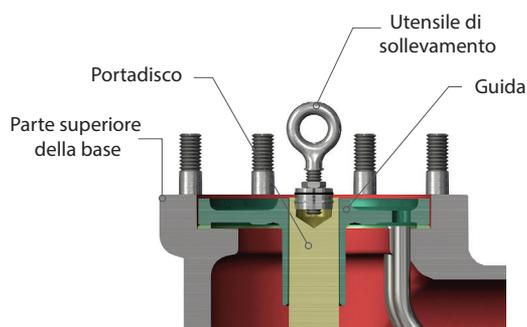

Figura 16: Utensili di sollevamento per valvole con orifizio da M a U
- Utilizzare un cacciavite per comprimere la ghiera di bloccaggio del mandrino (16).
- Rimuovere il mandrino (15).
- Inserire l’utensile di sollevamento (vedere Figura 16) nella tasca del mandrino del portadisco e stringere il golfare.
- Rimuovere il portadisco (8) e il disco (6) sollevando l’utensile di sollevamento.
- Utilizzare le alette di sollevamento per sollevare il portadisco (8) e per rimuovere tutti i componenti interni (vedere Figura 16).